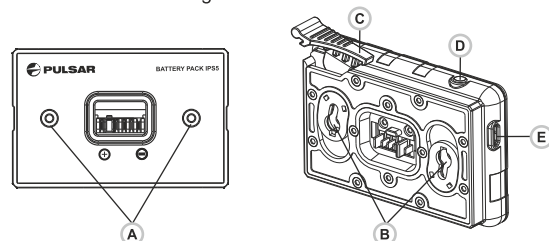

Fig.3
- Instale el paquete de pilas en el cargador insertando las clavijas **(A)** de la pila en las ranuras **(B)** del cargador. El logotipo de Pulsar de la batería debería estar situado junto a la palanca. Encaje la palanca con un clic **(C)** (Fig. 3)
- Tras la instalación, un indicador **LED verde (D)** en el cargador se encenderá y empezará a parpadear: